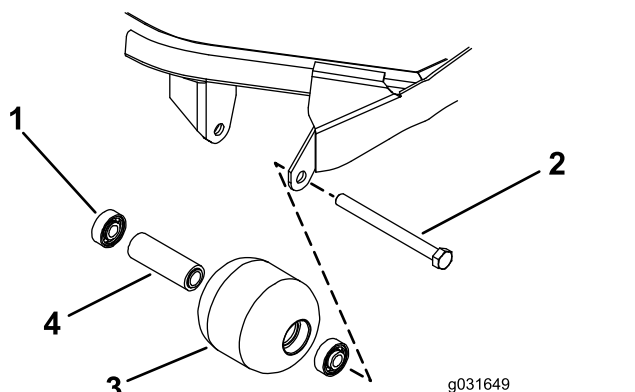

Figura 75
1. Retire o parafuso de montagem do rolo (Figura 75).
4. Verifique se a estrutura dos rolamentos, os rolamentos e o espaçador de rolamentos estão danificados (Figura 75).
1. Empurre só a calha externa ou, então, exerça o mesmo tipo de pressão nas calhas interna e externa, e empurre o primeiro rolamento para a estrutura do rolamento (Figura 75).
2. Coloque o espaçador (Figura 75)
3. Empurre só a calha externa ou, então, exerça o mesmo tipo de pressão nas calhas interna e externa, e empurre o segundo rolamento para a estrutura do rolamento até entrar em contacto com o espaçador (Figura 75).